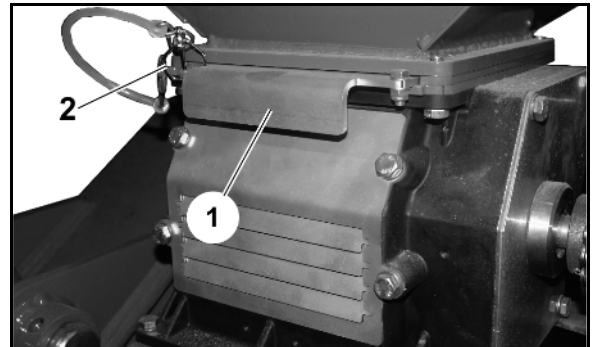

Fig. 78
6. Gegebenenfalls Saatguttanköffnung wieder öffnen (Fig. 78/1) und mit Klappstecker (Fig. 78/2) sichern.